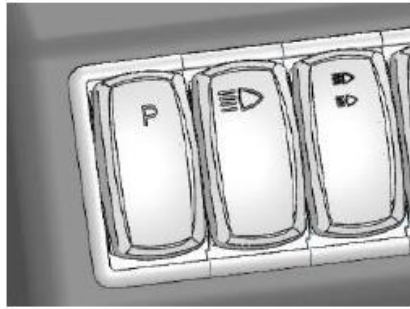

Рис. 4-2-3.
3. Выключатель фар и выключатель стоянки (см. Рис. 4-2-3).